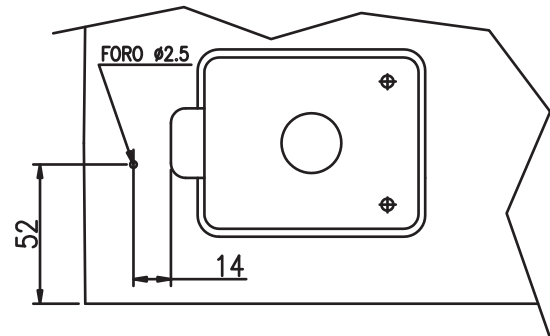

Fig.2/Abb2
- 4) Boor een gat met een diameter van 2,5mm in het motorblok op de op afb. 2/Abb. 2 aangegeven plaats.